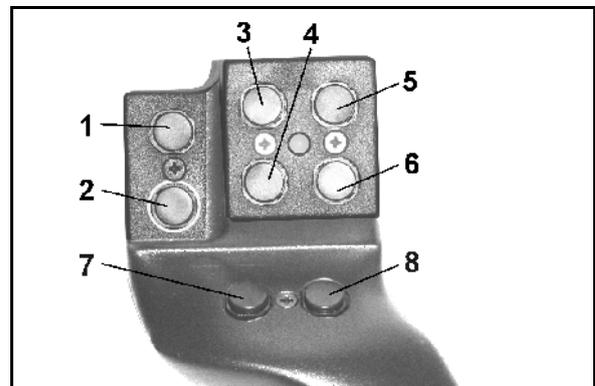

Fig. 69
Para manejar el **AMATRON⁺** el mando multifuncional (Fig. 69) tiene 8 teclas (1 - 8) disponibles. Además, mediante el interruptor (Fig. 70/2) la ocupación de las teclas se puede cambiar en 3 sentidos.
- Posición central (Fig. 69/A) y se puede accionar hacia
- arriba (Fig. 69/B) o
- abajo (Fig. 69/C)
La posición del interruptor se muestra mediante una luz LED (Fig. 69/1).